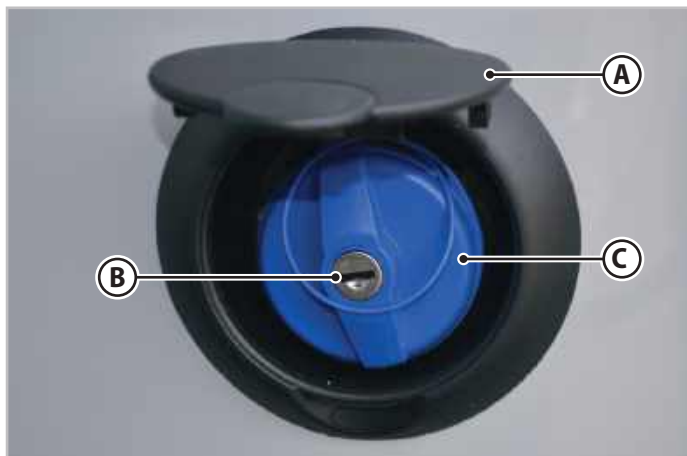

Fig.6.31 - Remplissage du réservoir d'eau propre
1. Soulever le cache (**A** - Fig.6.31) pour accéder au goulot de remplissage d'eau situé sur le côté du véhicule.
2. Insérer la clé dans la serrure (**B** - Fig.6.31).
4. Tourner le bouchon (**C** - Fig.6.31) dans le sens inverse des aiguilles d'une montre et le retirer.